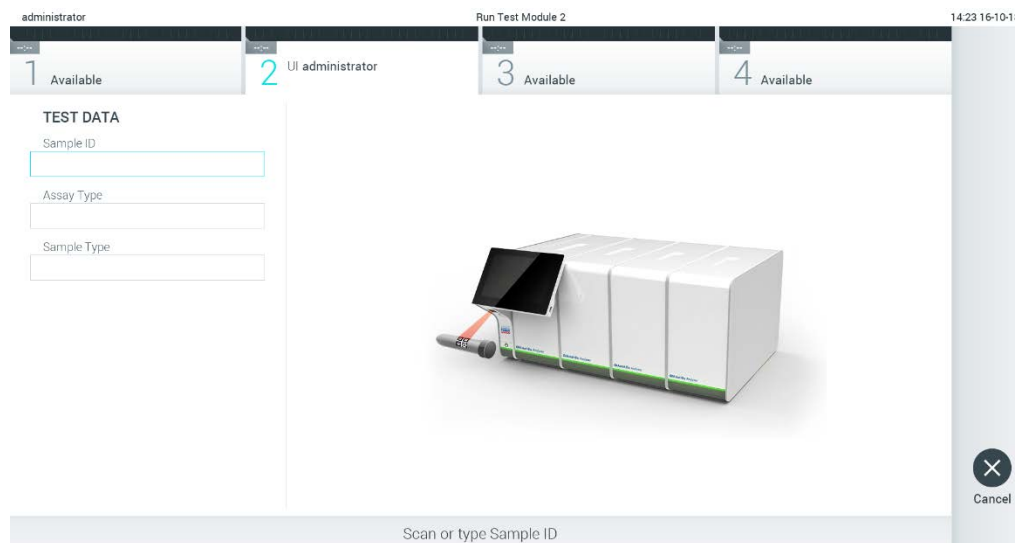

Figura 23. Scanarea codului de bare cu ID-ul probei.
2. Atunci când vi se solicită acest lucru, scanați codul de bare pentru ID-ul probei, folosind cititorul de coduri de bare integrat în modulul operațional (Figura 23).